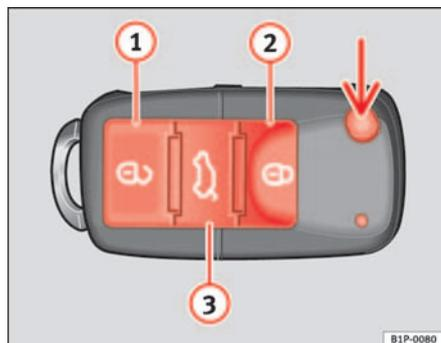

Fig. 64 Tasti della chiave con telecomando
Con il tasto \Rightarrow fig. 64 (freccia) del telecomando, si sblocca lo scatto della chiave.
Sblocco del veicolo \Rightarrow fig. 64 ①.
Chiusura del veicolo \Rightarrow fig. 64 ②.
Sblocco portellone posteriore. Tenere premuto il tasto \Rightarrow fig. 64 ③ fino a quando lampeggiano brevemente tutti gli indicatori di direzione. Nel premere il tasto di sblocco \Rightarrow fig. 64 ③, si hanno 2 minuti per aprire il portellone. Una volta trascorso questo periodo si blocca di nuovo.
Inoltre, la spia della batteria della chiave \Rightarrow fig. 64, lampeggia.
Premere una sola volta il tasto \Rightarrow fig. 64 ①, per aprire la porta del conducente, le altre porte rimarranno chiuse. ▶
Per aprire le serrature di tutte le porte si deve premere due volte il tasto  ⇒ pag. 102, fig. 64 .
- Chiudere il veicolo con la chiave con telecomando ⇒ pag. 102, fig. 64 dalla serratura della porta del guidatore.